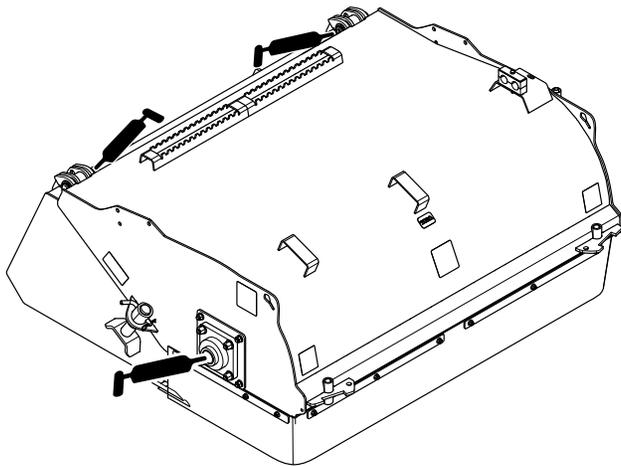

Figure 7
3. Graissez les graisseurs sur les 2 charnières et le roulement (Figure 7).